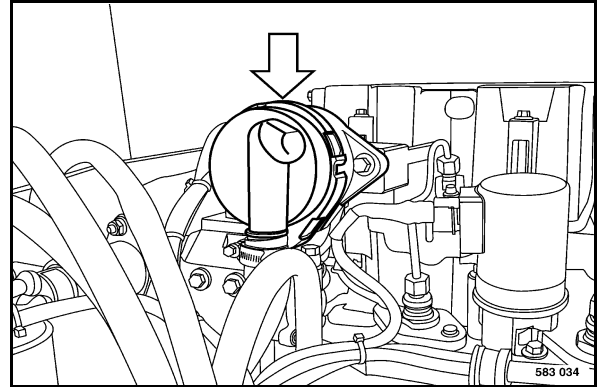

fig. 180
- Remplacer le clapet de purge (fig. 180).